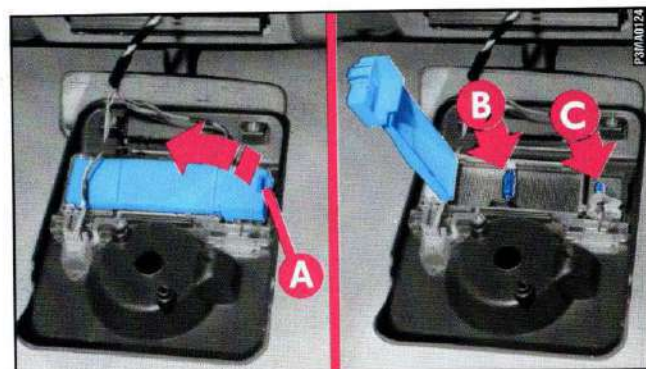

fig. 29
4) Premere la linguetta **A-fig. 29** per aprire il contenitore delle lampade.